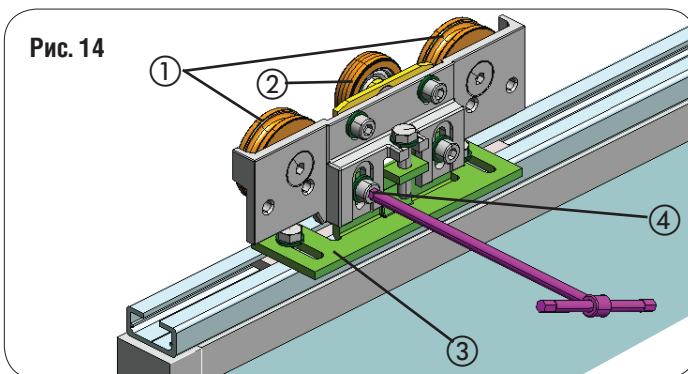

Рис. 14
Подготовив створки, установите их на профиль стенки привода. Каретки имеют 2 скользящих ролика (рис. 14 об.1) и обратный упорный ролик (рис.14 об. 2)
На основании кареток предусмотрены 2 паза. Эти пазы позволяют регулировать глубину установки створки (рис.14 об.3)
- Слегка ослабьте 2 винта головок цилиндра - рис.14 об.